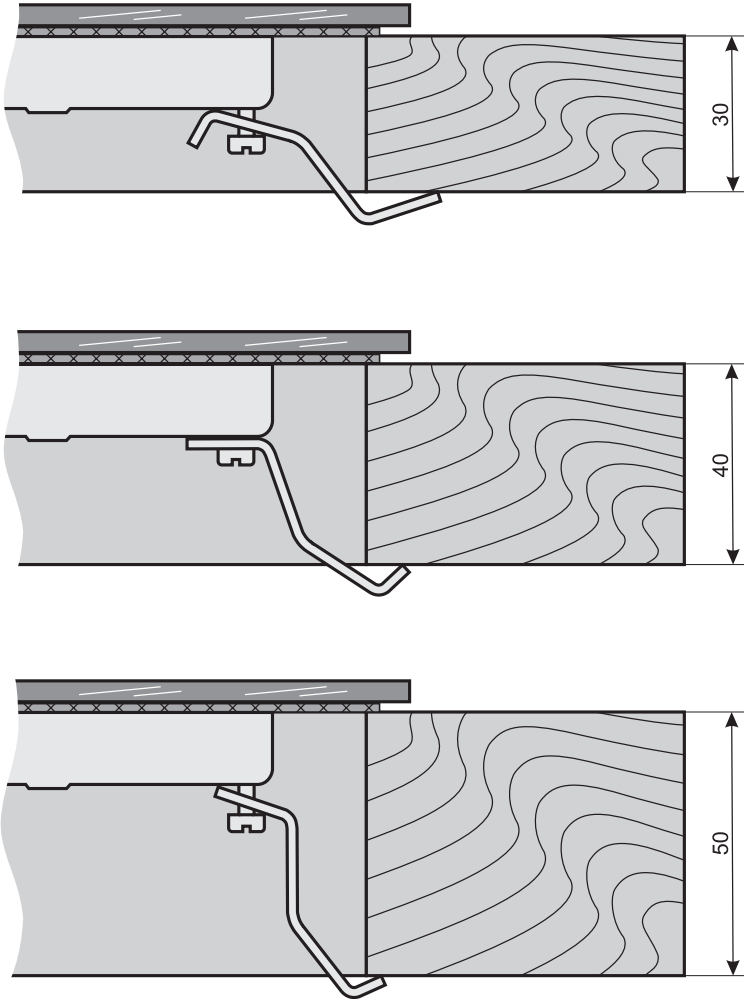

Рис. 30
4. Аккуратно вставить стол в проем и в зависимости от толщины столешницы (рис. 30) закрепить стол при помощи 4-х кронштейнов.